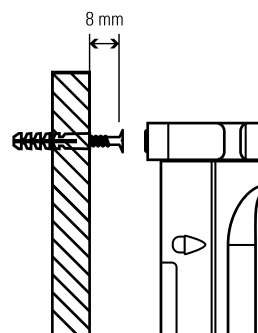

Fig. 3. Detalhe de montagem na parede.
- ① Cabo de alimentação.
- ② Interruptor disjuntor rearmável.
- ③ Interruptor para ligar/desligar.
- ④ Tomadas com dispositivo de segurança para crianças.
- ⑤ Tomada *MASTER* com dispositivo de segurança para crianças.
- ⑥ Tomada *SLAVE* com dispositivo de segurança para crianças.
- ⑦ Recolhedor de cabos integrado, orientável e fixável na parede (ver Fig. 3 e Fig. 4).
- ⑧ Conector carregador rápido USB-A de 20 W.
- ⑨ Conectores carregadores rápidos USB-C de 20 W.
- ⑩ LED indicadores da função *MASTER/SLAVE*.
- ⑪ Interruptor para o controlo da função *MASTER/SLAVE*.
- ⑫ Indicador luminoso de proteção ativa de rede "PROTECTED".